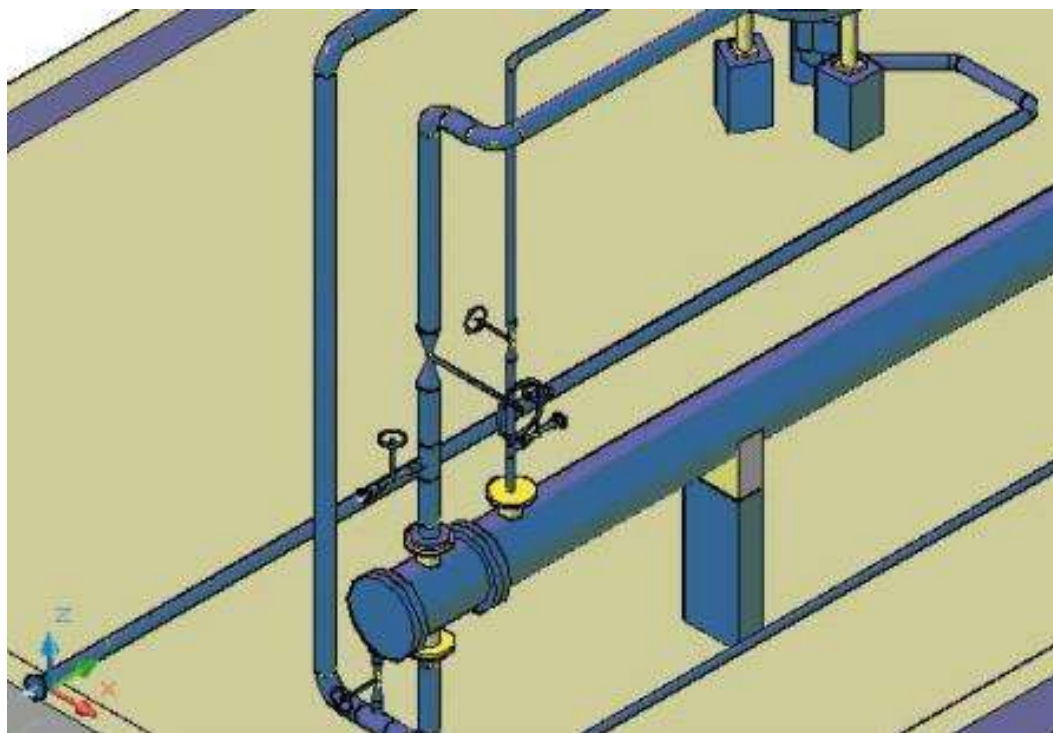

Рис. 4
- помимо визуальной проверки коллизий проектировщику доступны и специальные инструменты проверки «схлестывания» трубопроводов или нарушения допустимых расстояний (рис. 4).